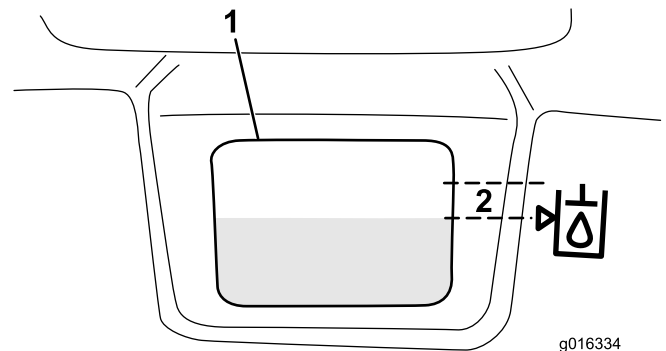

図 30
3. Slowly fill the reservoir with the appropriate 油圧オイルタンクに、適切な油圧オイルを入れる; オイルの高さが、油圧オイルタンクの前側面についている確認窓の横にある矢印から6mm以内にくるまで入れる (図 30)。入れすぎないこと。